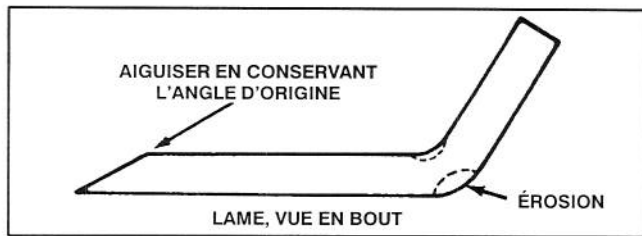

Figure 14
Vérifier la lame de coupe chaque fois qu'on redresse la machine sur l'arrière. Si le boulon de fixation de la lame est desserré, le resserrer à 61-81 Nm. Si la lame ou les bords relevés (Fig. 14) à l'extrémité de la lame sont usés, érodés ou fendus, remplacer la lame. Remplacer la lame également si elle est tordue ou déséquilibrée. Toujours utiliser de vraies lames de rechange TORO pour assurer la sécurité et l'obtention de performances optimales. **NE JAMAIS UTILISER D'AUTRES LAMES.**
7. A l'aide d'une lime, aiguiser le tranchant aux deux extrémités de la lame (Fig. 14).